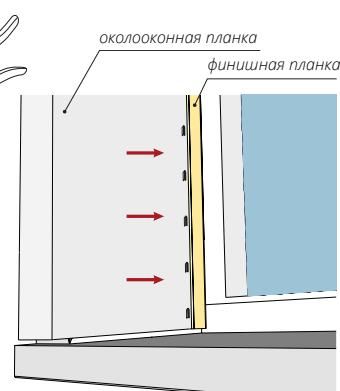

Рисунок 68
- 13.16** После того как околооконные планки подрезаны и подогнаны под размер оконного проема, используя просекатель насечек (рис. 67), сделайте насечки с интервалом 100 мм друг от друга. Вставьте околооконные планки в финишную планку (рис. 68). Произведите финальный монтаж с соблюдением общих правил монтажа.